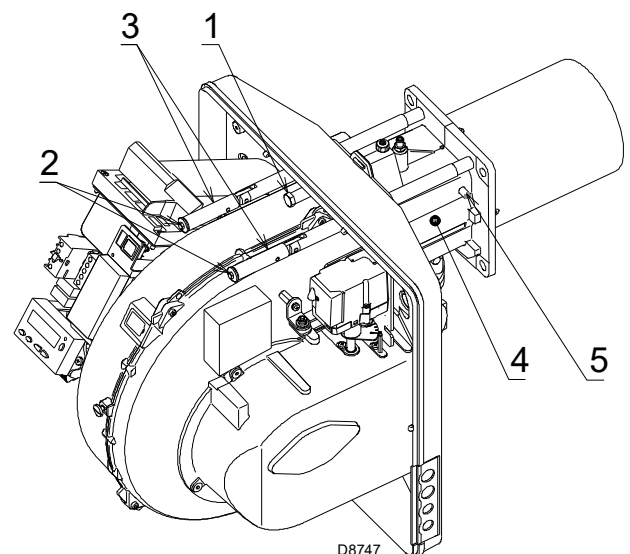

Fig. 19
- insérer le câble de la sonde et le câble de l'électrode puis faire glisser le brûleur jusqu'au manchon dans la position illustrée sur la Fig. 19;